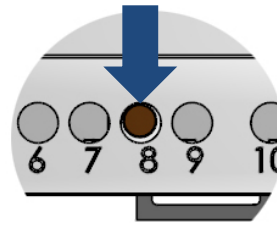

Abb. 8: Geräteneustart (Reset-Taste)
- ▶ Drücken Sie kurz mit einem spitzen Gegenstand auf die *Reset-Taste* (Abb. 8). Das Gerät wird neugestartet.